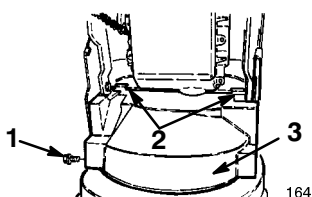

Figure 4
11. Montez le carter de courroie inférieur sur la surface inférieure du carter de tarière/roue hélice et sur le bâti du moteur à l'aide de deux boulons à tête à embase de 1 mm (Fig. 4).